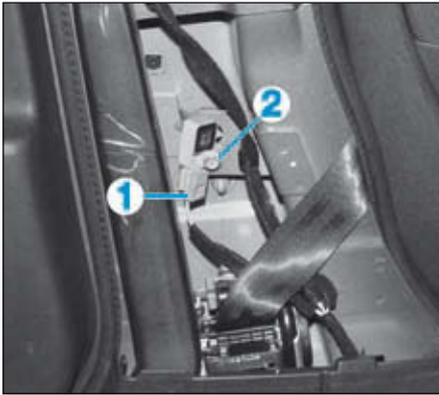

FIG.17
- Débrancher le connecteur (1) du capteur de choc latéral (Fig.17).
- Déposer la vis (2).